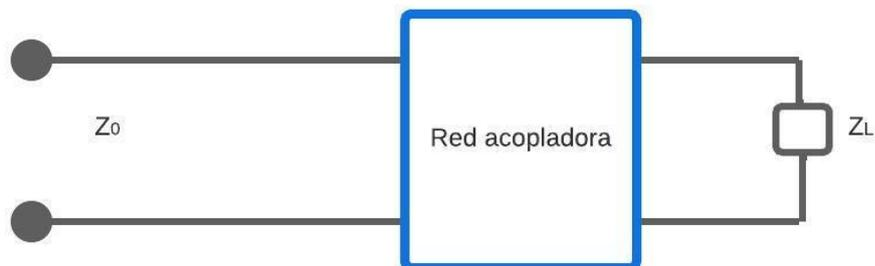

Figura 1. Red acopladora
- 3.3.1 Una línea de transmisión sin pérdidas, con impedancia característica de  $50 \Omega$ , está terminada en una carga cuya impedancia es  $Z_L$  (dada en la Tabla 1). Realizar una red de acoplamiento con elementos concentrados en paralelo para adaptar la carga a la línea de transmisión como se indica en la Figura 1.
- 3.3.2 Una línea de transmisión sin pérdidas, con impedancia característica de  $50 \Omega$ , está terminada en una carga cuya impedancia es  $Z_L$  (dada en la Tabla 1). Realizar una red de acoplamiento con elementos concentrados en serie para adaptar la carga a la línea de transmisión como se indica en la Figura 1.